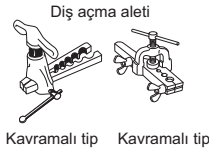

Fig. 4
- 4) Dış açma işi (Fig. 4, 5). Tabloda gösterilen boyuttaki boruyu sıkıca tutun. Kullandığınız alete göre tablodan A mm seçin.